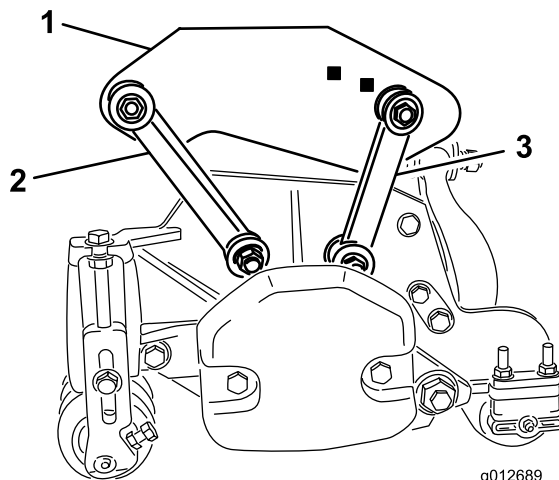

Bild 19
- Befestigen Sie die vorderen Befestigungslenker mit einer Schraube (3/8" x 2-1/4"), zwei Flachscheiben und einer Sicherungsmutter in den Löchern im Trägerrahmen, wie in Bild 19 abgebildet. Bringen Sie an jeder Seite der Verbindung bei der Montage eine Scheibe an. Ziehen Sie die Schrauben auf 42 N-m an.
- Befestigen Sie die hinteren Befestigungslenker mit einer Schraube (3/8" x 2-1/4"), zwei Flachscheiben und einer Sicherungsmutter in den Löchern im hinteren Trägerrahmen, wie in Bild 19 abgebildet. Bringen Sie an jeder Seite der Verbindung bei der Montage eine Scheibe an. Ziehen Sie die Schrauben auf 42 N-m an.